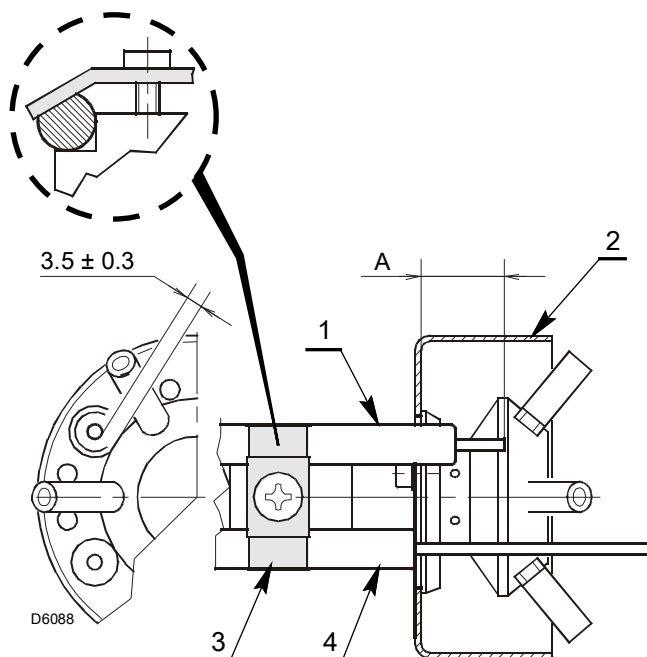

图 14
- 确保板 3) (图 14) 始终插在电极 1) 的平坦位置。